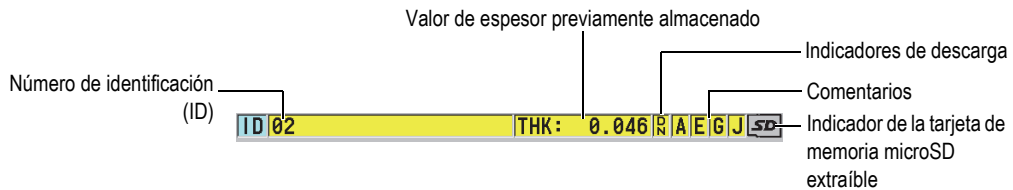

Figura 3-2 Barra de identificación (ID)
La barra de identificación (ID), que se encuentra en la parte superior de la pantalla de medición, contiene el número de identificación de la ubicación de la medida de espesor en curso, el valor previamente almacenado y los indicadores de las notas (ver Figura 3-2 en la página 60). El indicador de descarga (R) aparece cuando un valor de espesor previamente almacenado proviene de un archivo en lugar de aquel adquirido recientemente.